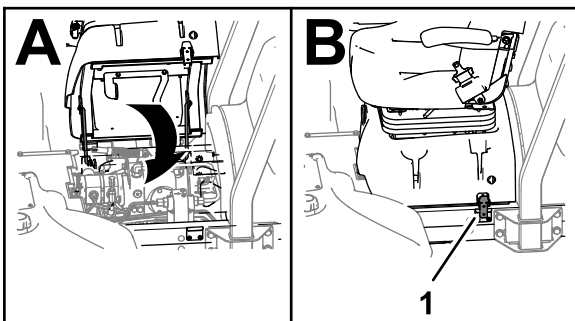

Bild 34
3. Drehen Sie den Sitz und das Sitzunterteil auf die geschlossene Position und verriegeln Sie das Sitzunterteil (Bild 34).